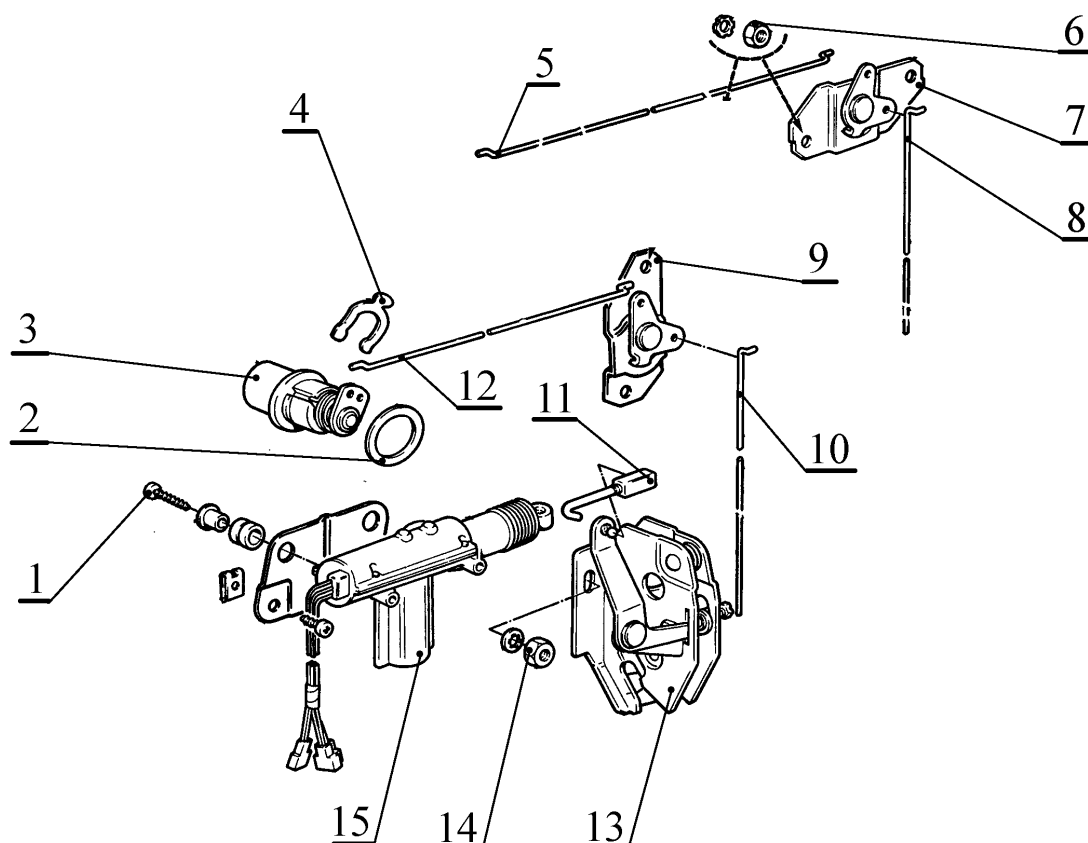

Рис.4. Замок двери задка а/м ВАЗ-2111; 2112.
3.14 Отвернуть два винта 1, рис.4, крепления моторедуктора 15, отсоединить тягу 11 и снять моторедуктор с тягой (отвертка крестообразная).